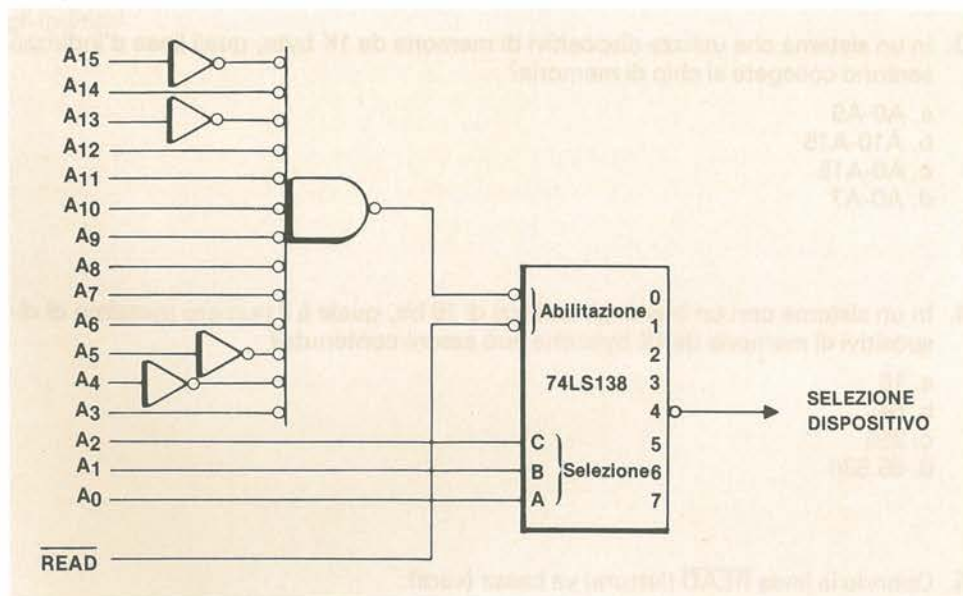

Figura 7-17. Circuito di decodifica degli indirizzi cui fanno riferimento le Domande 6, 7, 8
6. Il circuito presentato nella Figura 7-17 genera un segnale di selezione del chip (chip select) diretto alla:
7. Il dispositivo selezionato dalla Figura 7-17 è posto all'indirizzo:
8. Dovendo modificare il circuito della Figura 7-17 affinché possa funzionare con una porta d'uscita, uno degli ingressi di abilitazione del 74LS138 dovrebbe essere collegato a \_\_\_\_\_ anziché a \_\_\_\_\_.